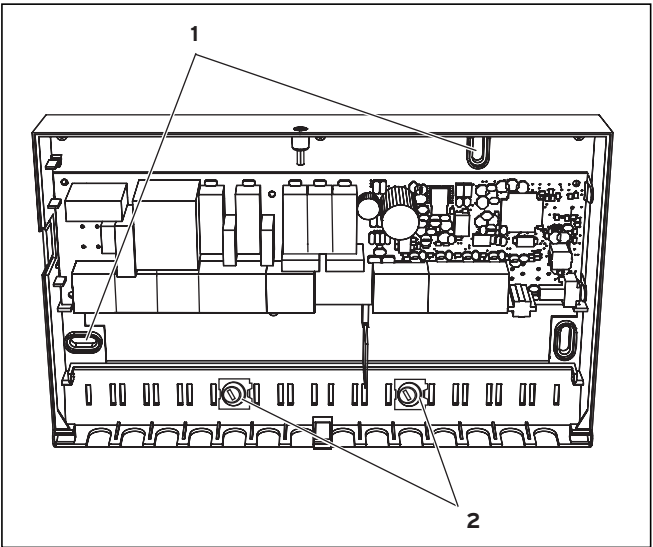

Fig. 5.2 Montage du module du mélangeur VR 61
- ⇒ Bloquez tous les câbles dans le VR 61 avec les supports de câble joints (voir Fig. 5.2).